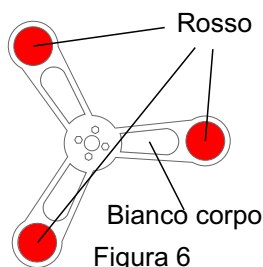
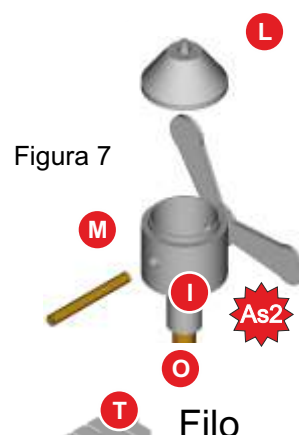

Figura 6
Figura 7
5) Per la versione con girante verniciare i pezzi I ed L con fondo 22-102 o grigio 22-187. Saldare il tondino M al pezzo A5 (girante segnaletico) quindi verniciarlo di bianco 22-108 e di rosso 22-140 come mostrato in figura 6. Assemblare infine il tutto come in figura 7 sopra il palo O. Il pezzo prende il nome di As2